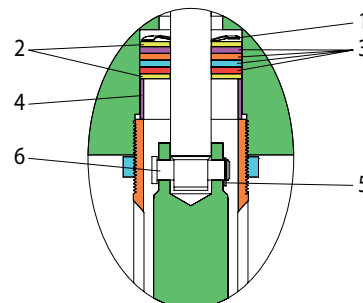

Рисунок 2
- Ослабьте гайку блокировки (90571) и отвинтите весь насос от воздушного двигателя. Это будет подвергать (6) разъема (см. рисунок 2).
- Снять стопорное кольцо (5) и (6) разъема для выпуска воздуха Мотор штока от нижней насос поршневой шток.
- Удалить (4) прокладки, шайбы (2), четыре (3) упаковки, (2) шайбу и (1) волнистые пружинную шайбу из полости двигателя воздуха (см. рисунок 2).